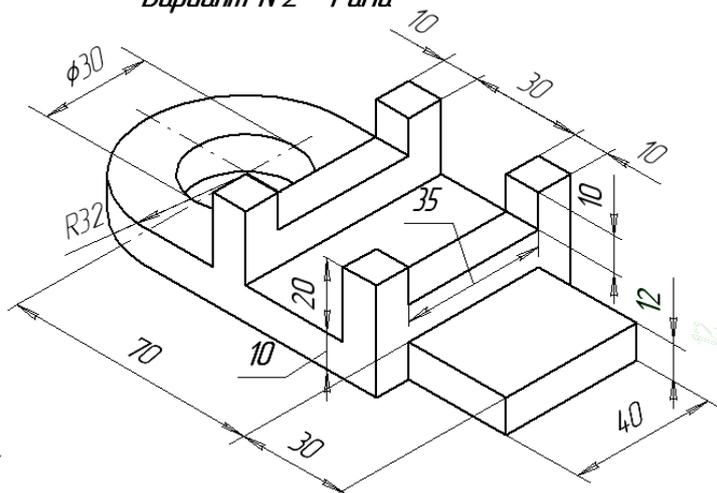

**Рис.105 Выбор масштаба отображения выносного элемента**
2. С помощью кнопки  Выносной элемент на панели Ассоциативные виды (рис.99) строим выносной элемент. Масштаб увеличения выбирается из одноименного окна на панели Параметры (рис.105).